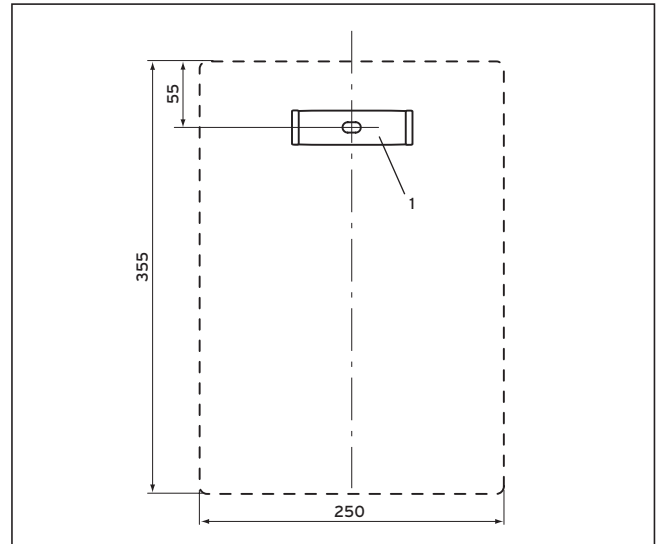

Fig. 2.2 Montajul suportului mural
- Practicați o gaură pentru diblul din plastic 10x40 mm (vezi fig. 2.2).